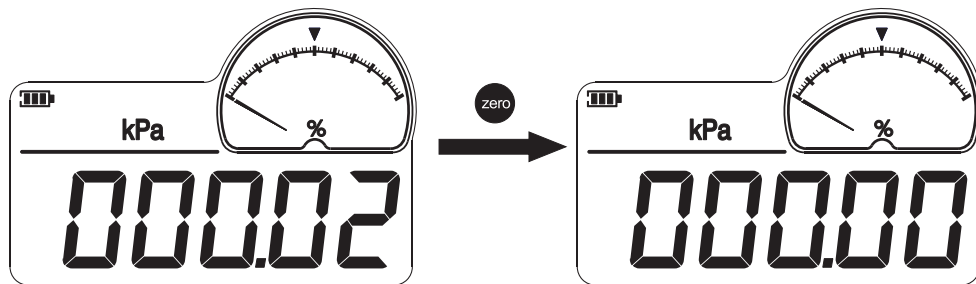

图 7-3-1 :表压的清零过程
(1) 表压型ConST211: 把ConST211的引压口通大气, 如果当前压力测量数值在 $(-1\% \sim 1\%)$ FS范围内时, 按 **zero** 键, 可对测量数值进行清零。表压型ConST211的清零过程如图7-3-1: